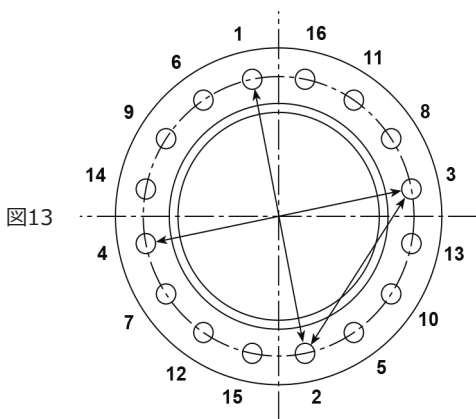

図13
- 5.3** 漏れやガスケットの故障を防ぐためにベントコンデンサーが動作温度に達した後すべてのガスケットジョイントのボルトを締め直してください。再締め付けは、図13に示すように均一かつ正反対に千鳥状に6.6章「ボルト締結」に従って行う必要があります。
締め付けは図13に示すように対角のボルト順で均等に行ってください。